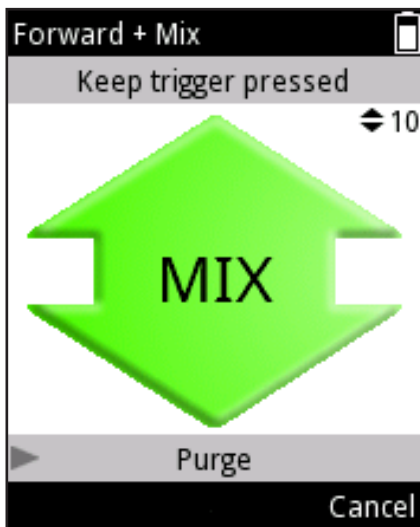

Abb. D29.
6. **a)** User controlled (Benutzergesteuert): Solange der Auslöser gedrückt wird, werden ca. 70% der Gesamtmenge pipettiert (Abb. D29).